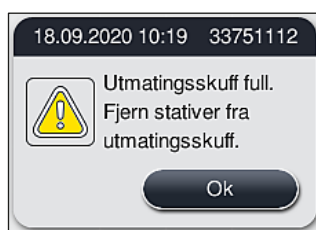

Fig. 88
- Utmatingsskuffen må åpnes, og stativene må tas ut senest når du ser varselmeldingen om at utmatingsstasjonen er helt full (→ "Fig. 88"). Hvis varselmeldingen ignoreres, kan ikke stativene transporteres videre til utmatingsstasjonene. Avvikende trinntider og forsinkelser i fargeprosessen kan endre og i verste fall gjøre fargeresultatene ubrukelige.